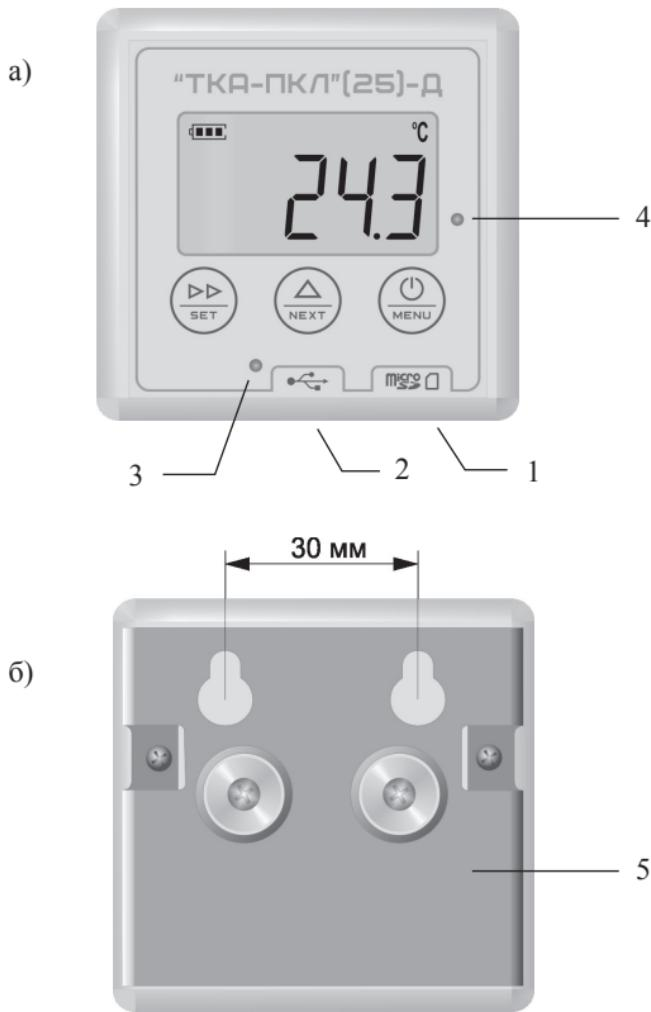

Рис.1 – Внешний вид прибора (а - спереди, б - сзади)
На лицевой стороне корпуса прибора расположены: жидкокристаллический индикатор, два светодиода состояний прибора и три кнопки управления (Рис.1).
Датчики измеряемых параметров установлены внутри корпуса прибора. Разъём micro-USB (2, Рис.1) предназначен для связи с ПК.
На обратной стороне корпуса расположено универсальное крепление (5, Рис.1), позволяющее устанавливать прибор на различные поверхности с помощью саморезов или стяжек, а так же крепить на металлические поверхности с помощью прикручиваемых к креплению магнитов, входящих в комплект поставки.
5.10 В дополнение к экрану прибора на лицевой панели размещен дополнительный светодиодный индикатор состояния прибора, имеющий три состояния (3, Рис.1). Если прибор находится в энергосберегающем режиме индикатор мигает зеленым цветом; если превышен один из критических уровней – красным. При заполнении на 90 % внутренней энергонезависимой памяти данных прибора светодиодный индикатор будет гореть красным цветом.
прибора или в процессе работы на дисплее появится символ разряда батареи (), поставьте прибор на зарядку, подключив к прибору через разъем micro-USB питанное зарядное устройство или внешний аккумулятор. Для отслеживания процесса заряда внутреннего аккумулятора на лицевой панели прибора расположен индикатор заряда (4, Рис.1), горящий красным цветом во время заряда и не горящий, если процесс заряда окончен.